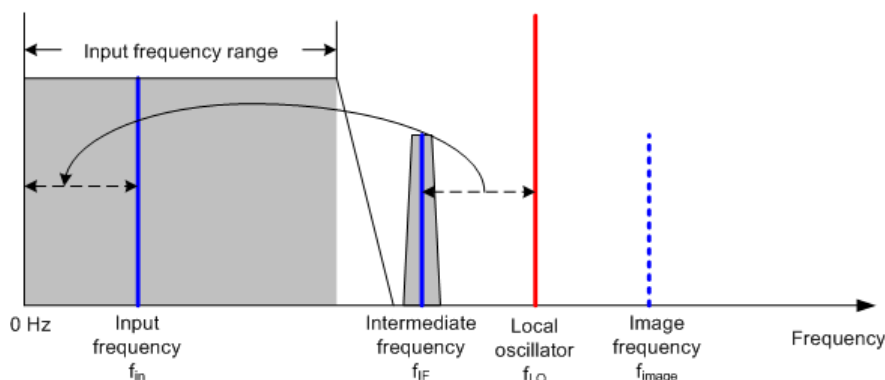

Figure 8-3 : Processus de mélange
Le mélangeur convertit le signal RF en une fréquence intermédiaire fixe (FI). Ce processus associe généralement plusieurs étages. Cela met du temps jusqu'à ce que vous obteniez une fréquence intermédiaire, pour laquelle de bons filtres à bande étroite sont disponibles. Le R&S ZVH a besoin de trois étages mélangeurs pour obtenir une fréquence intermédiaire, que le filtre est capable de traiter. La Figure 8-3 montre une représentation graphique du processus de mélange.